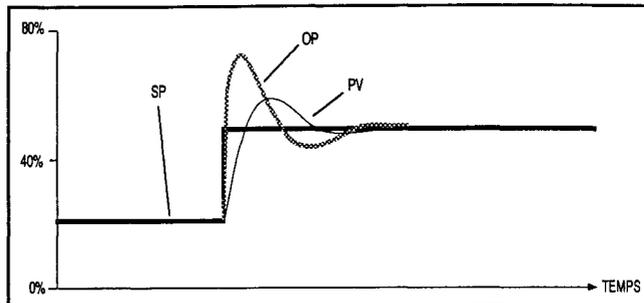

Figure 7.3 Réponse au changement du point de consigne du pas - sans équilibrage de l'intégrale
Les figures 7.3 et 7.4 montrent un exemple des réponses de la sortie (OP) et de la mesure (PV) à un changement brusque du point de consigne (SP), sans et avec l'équilibrage de l'intégrale. Dans ce cas, l'équilibrage de l'intégrale réduit nettement la pente et la valeur de crête de la réponse OP, tout en ramenant PV à la nouvelle valeur SP presque tout aussi rapidement, mais avec la moitié du dépassement seulement.